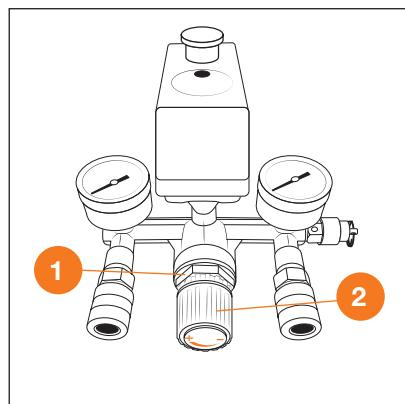

Рис. 15
- Выходное давление всех моделей компрессоров (кроме DAC 170S) изменяется при помощи регулирующего клапана. Ослабьте стопорную гайку 1 и поверните ручку регулировочного клапана 2 по часовой стрелке (в направлении маркировки «+») для увеличения давления и против часовой стрелки (в направлении «-») — для уменьшения (Рис. 15).